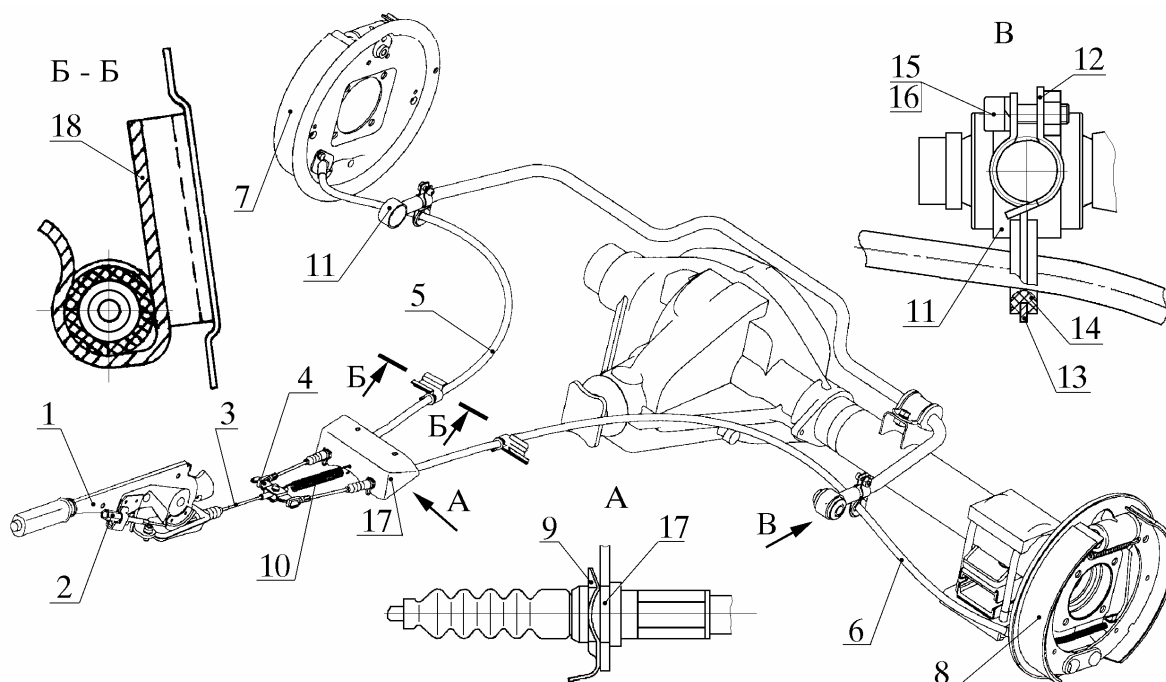

Рис. 4. Отсоединение троса привода стояночного тормоза от автомобиля:
4.3. Отвинтить регулировочную гайку 2 (см. рис. 4) в салоне автомобиля, не снимая ее со стержня натяжителя троса 3 уравнителя
4.7.1. Отсоединить наконечники тросов 5 и 6 (рис. 4) от уравнителя 4.
4.7.3. Вынуть тросы 5 и 6 из двух прижимных защелок 18 кузова, как показано на рис. 4 (см. разрез Б - Б).